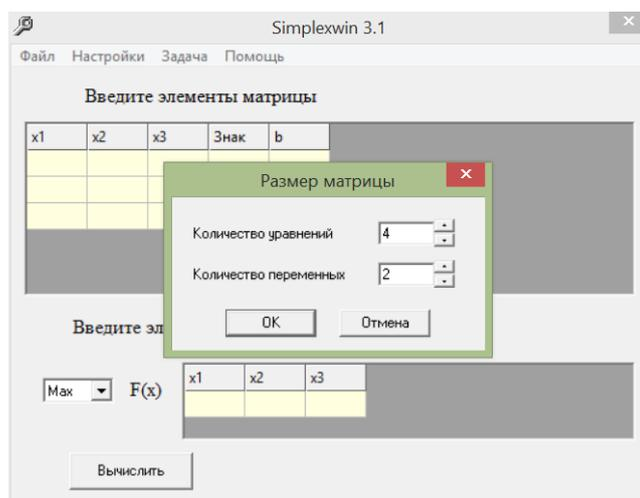

Рис. 1. Определение размера матрицы
1.1. Установите требуемый размер матрицы ограничений, выбрав в меню команды Настройки – Размер матрицы (рис. 1).